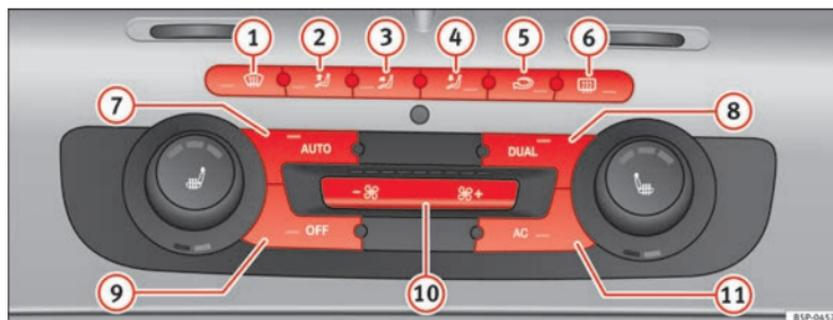

Fig. 129 Sulla plancia portastrumenti: i comandi del Climatronic 2C
- Girare le rotelle di regolazione della temperatura ⇒ fig. 129 per regolare rispettivamente la temperature della zona sinistra o della zona destra dell'abitacolo.
- Premere il tasto **AUTO** ⇒ fig. 129. Nel display della radio viene visualizzato „AUTO High“ (velocità del ventilatore alta).
- Premere di nuovo il tasto **AUTO** ⇒ fig. 129. Nel display della radio viene visualizzato „AUTO Low“ (velocità del ventilatore bassa).